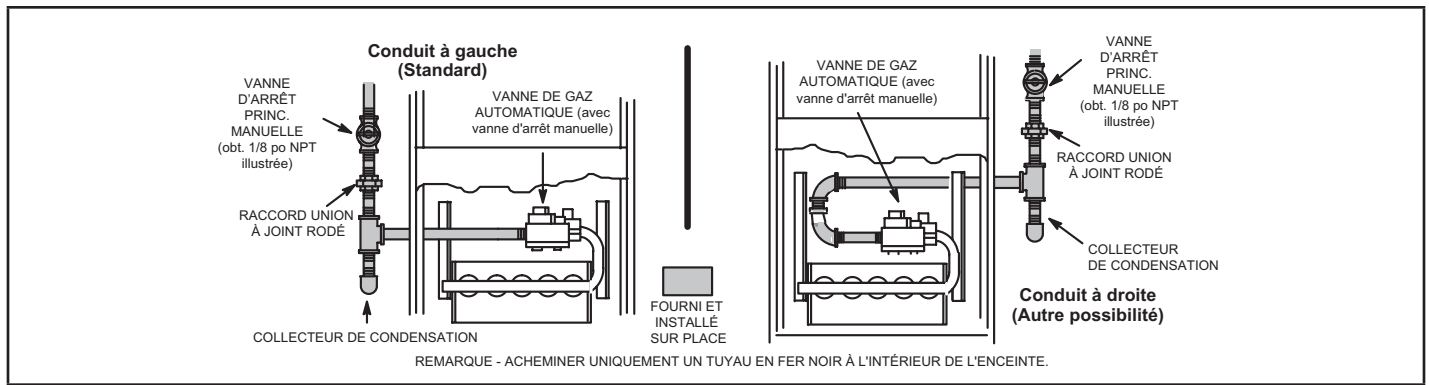

FIGURE 45
- 1 - La canalisation de gaz peut pénétrer dans l'appareil par le côté droit ou le côté gauche. La canalisation d'alimentation entre dans la vanne de gaz par le côté de la vanne, comme illustré à la FIGURE 45. Connecté la canalisation de gaz sur la vanne. La canalisation de gaz doit être serrée à un couple minimum de 350 livres et un maximum de 800 livres sur la vanne de gaz.
- 3 - La canalisation de gaz ne doit pas traverser les conduits d'aération, les chutes à linge sale, les cheminées ou conduits d'évacuation de gaz, les monte-plats ou les cages d'ascenseur. Centrer la canalisation de gaz dans l'ouverture. La canalisation de gaz ne doit pas toucher le côté de l'unité. Voir la FIGURE 45.